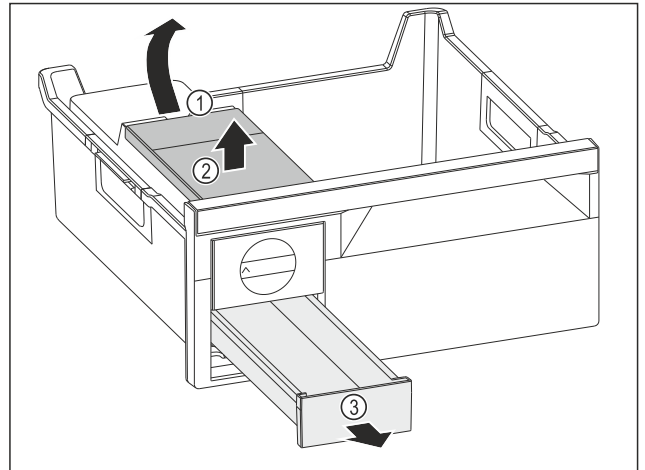

Fig. 105
- ▶ Retirer le réservoir d'eau : Soulever le réservoir d'eau hors de l'évidement Fig. 105 (1).
- ▶ Retirer le réservoir d'eau Fig. 105 (2) vers le haut.
- ▶ Retirer le compartiment à glaçons Fig. 105 (3) vers l'avant.